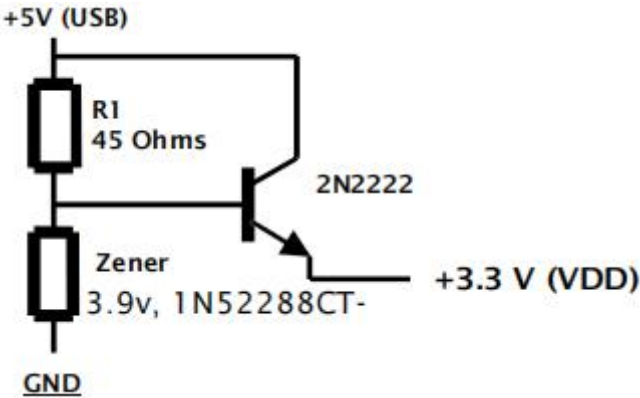

图 5. 示例 VDD 发生器
(1) 对于 12 MHz 的时钟源，CM 时钟倍增器引脚必须接高电平；对于 48 MHz 的时钟源，该引脚必须接地。
(2) VDD 可以从 USB 供电中获取。参见图 5。
(3) VDD 可以从 USB 供电中获取。图 5 展示了一种简单的方法来提供 3.3 V/30 mA 的电源。另一种选择是使用 Torex 半导体有限公司的 3.3 V SMD 稳压器（部件号 XC62HR3302MR）。
(4) A0 地址位用于在 I/O 映射或内存映射应用中访问地址寄存器或数据寄存器。
(5) 12 MHz 晶体的基本模式。
(6) CD9001A 可以使用 12 MHz 时钟源。
(7) ICC 测量包括在全速运行的 USB 收发器电流 (IUSB) 。
- (8) ICCsus1 在 12 MHz 时钟输入和内部 PLL 启用的情况下测量。暂停设置 - (USB 收发器和内部时钟禁用)。
- (9) ICCsus2 在外部时钟、PLL 禁用和暂停设置的情况下测量。为了确保绝对最小的电流消耗，确保设备的所有输入都处于静态逻辑电平。
- (10) 所有典型值均为 VDD = 3.3 V 和 TAMB= 25°C。
- (11) Z_{USBX} 阻抗值包括一个 24 欧姆±1%的外部电阻 (CD9001A 修订版 1.2 要求外部电阻值为 33 欧姆±1%)。